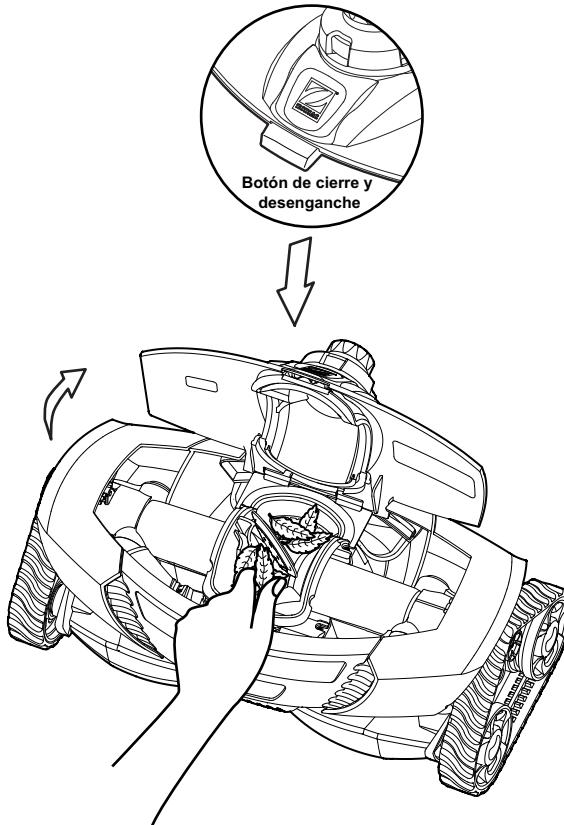

Figura 10
- 1) Pulse el botón de cierre y desenganche en la parte superior del limpiafondos (ver la figura 10).